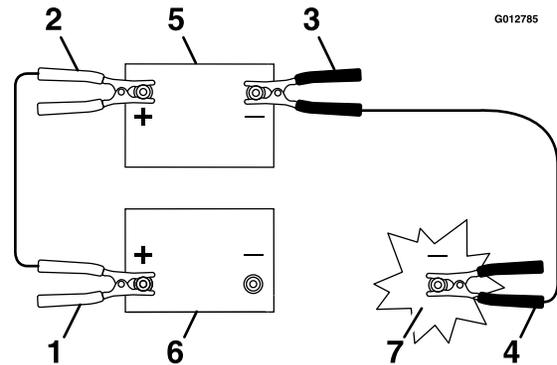

Figure 62
3. Connectez le câble positif (+) à la borne positive (+) de la batterie à plat qui est reliée au démarreur ou au solénoïde, comme illustré à la Figure 62.